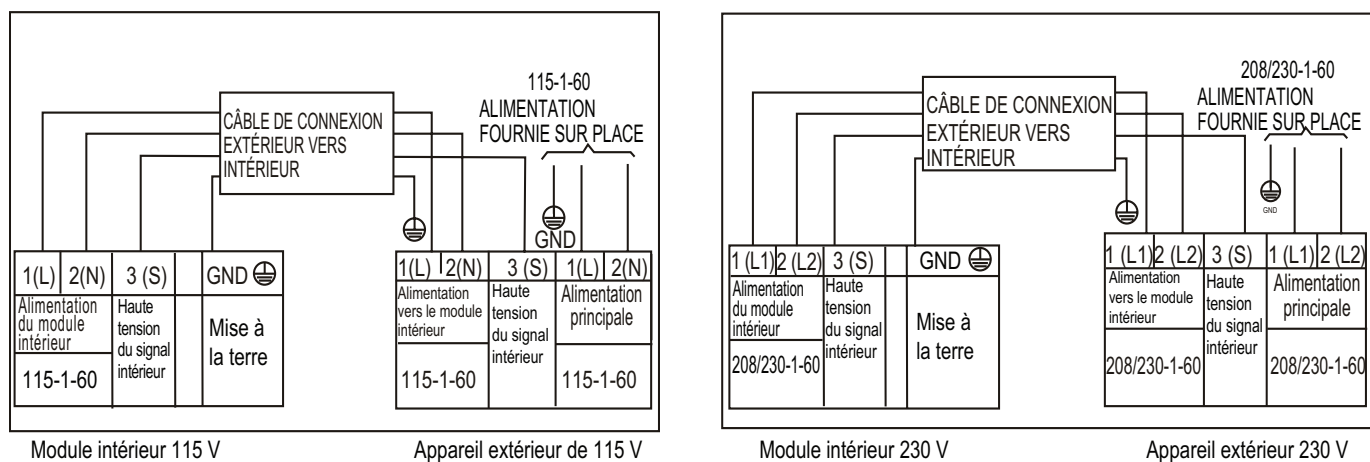

Fig. 23 – Schémas de connexion
2. Effectuez tous les raccordements entre le module intérieur et l'appareil extérieur conformément à la figure 23. Les connexions sont sensibles à la polarité et pourraient générer un code d'anomalie.